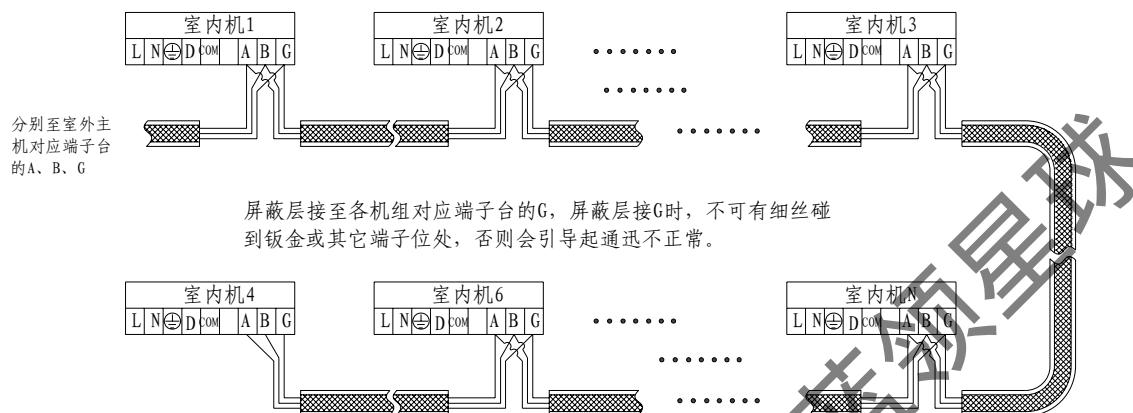

图 75：室内机通迅线接线示意图
A. 室内外通迅线只能从室外主机上引出连接，室内外机通迅线必须使用 2 芯屏蔽线（屏蔽线为编织式，线径大于或等于 1.0mm²），有极性，需正确连接。连接方法见示意图（图 75）：